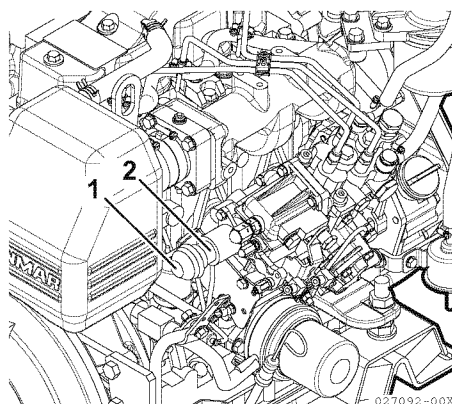

Figura 20
Opere el motor de arranque mientras pulsa el botón de parada de emergencia (**Figura 20, (1)**) en la parte trasera de la bomba de combustible. De esta manera detendrá el suministro de combustible.